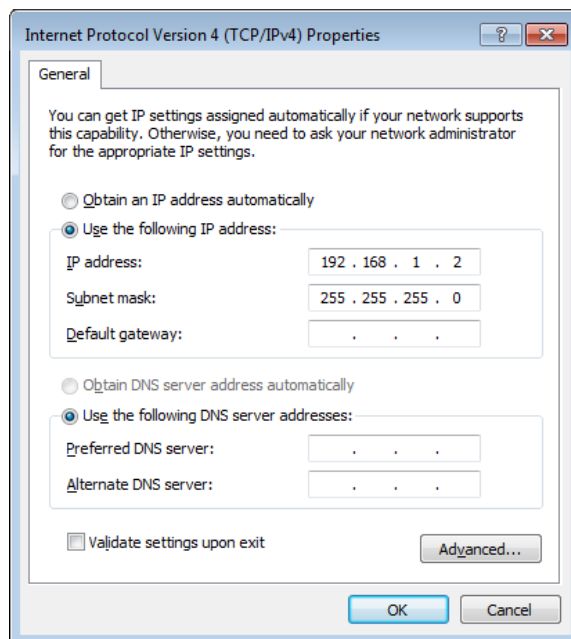

图 1.14.PC 的静态 IP 配置
1. 使用其中一个网卡，并在 TCP/IPv4 中将 IP 地址设置为静态地址 **192.168.1.n**，其中  $n=[2..9]$ ，掩码为 **255.255.255.0**，参见图 1.14（转到 **Control Panel（控制面板）** → **Internet Options（互联网选项）** → **Network and Internet（网络和互联网）** → **Network and Sharing Center（网络和共享中心）** → **Local Area Connection（本地连接）** → **Properties（属性）**）。